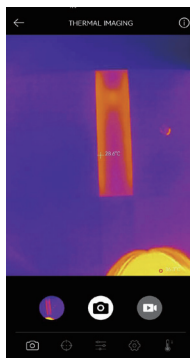

Figura 3.2.1
4. Para ver las imágenes/videos guardados, toca la miniatura en la esquina inferior izquierda (consulta la figura 3.2.1).